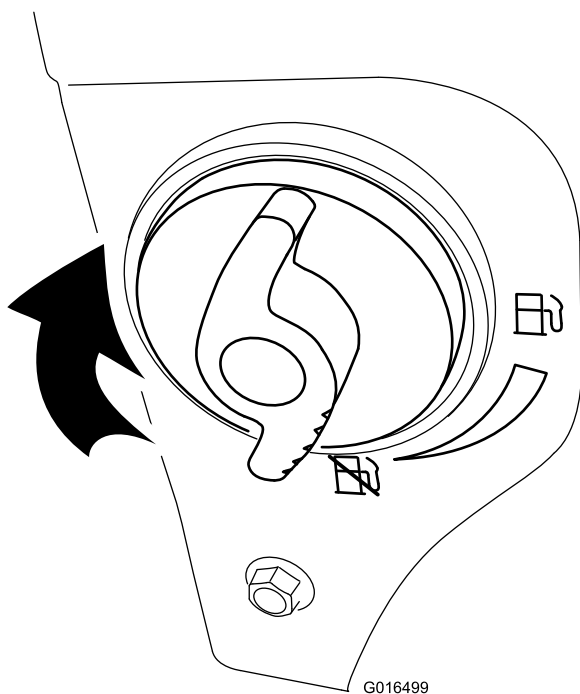

Figura 28
4. Girate la valvola d'intercettazione del carburante per chiuderla (Figura 28).